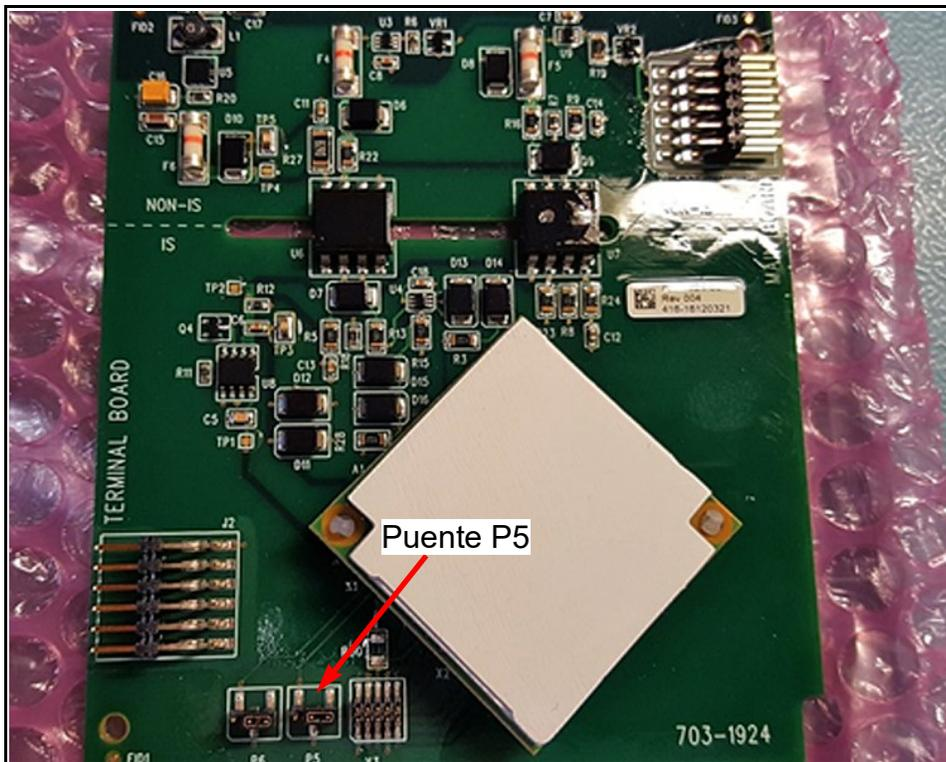

Figura 141: P5 en la PCB XMT1000
2. Localice el puente **P5** (consulte la *Figura 141*).